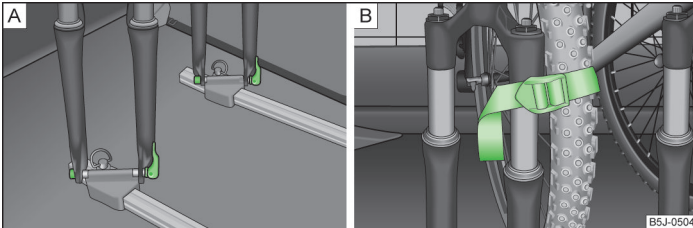

Abb. 58 Fahrrad einsetzen / Befestigungsbeispiel des Vorderrads
- › Die Fahrradgabel auf die Befestigungsachse aufsetzen und mit dem Schnellspanner festziehen » Abb. 58 - .
- › Das abgebaute Vorderrad am besten zwischen der Kurbel des linken Pedals und dem Fahrradrahmen verstauen und mit einem Gurt an der Vordergabel » Abb. 58 - bzw. an einem der Befestigungselemente befestigen.